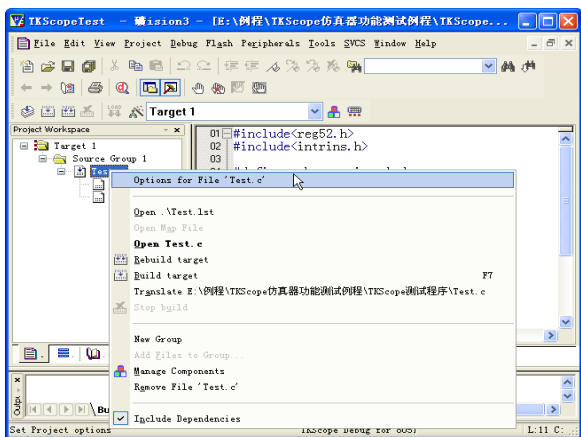

图 8.4 打开文件配置选项
**4** 选中程序文件，点击鼠标右键，在弹出的菜单中选择【Options for File】选项，如图 8.4 所示。